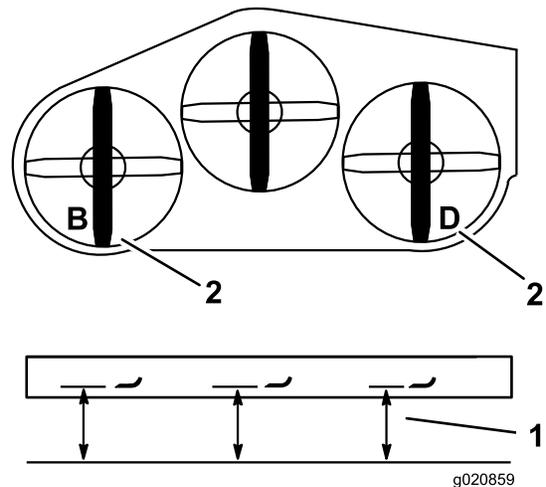

図 85
2. B位置で、平らな床面からブレードの刃先までの高さを測り、測定値を記録する（図 85）。
3. D位置で、平らな床面から右側ブレードの刃先までの高さを測り、測定値を記録する（図 85）。
4. B位置における測定値が、D位置における測定値の±3mm 以内であれば適正とする。（図 85）。高さの差がこの範囲内でない場合には以下の手順で調整する。